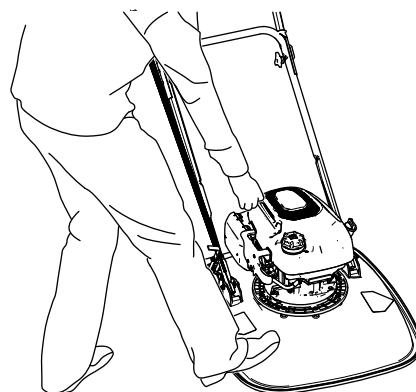

図 23
3. 片足をデッキに載せ、機体を自分側に引き寄せる **図 23**。